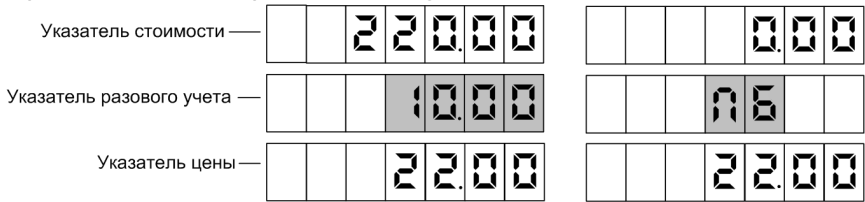

Рисунок 1
7.3 Когда колонка готова к отпуску топлива, на указателе разового учета появляется мигающая заданная доза, а в случае отпуска до полного бака – символы "ПБ" (рисунок 1). Это дает удобный способ определить, когда можно начать отпуск, а также убедиться, что задано именно то количество топлива, которое заказано. При продолжении заправки всегда отображается *отпущенная* доза.